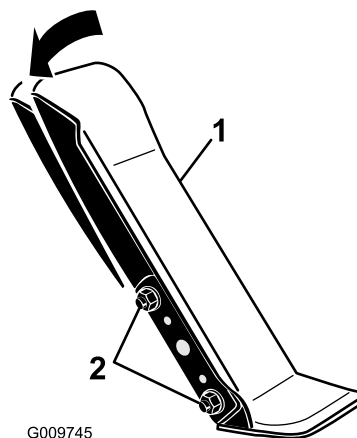

Figure 88
1. Desserrez les 2 écrous et boulons qui fixent le côté gauche de la pédale de déplacement au support (Figure 88).
2. Faites pivoter la pédale à l'angle voulu puis serrez les écrous (Figure 88).